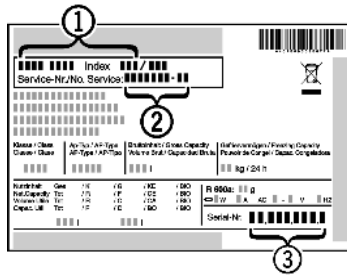

Fig. 20
- ▶ Z typového štítku odčítajte označenie zariadenia Fig. 20 (1), servisné č. Fig. 20 (2) a sériové č. Fig. 20 (3). Typový štítok je na ľavej vnútornej strane zariadenia.
- ▶ Upovedomte zákaznícky servis a oznámte chybu, označenie zariadenia Fig. 20 (1), servisné č. Fig. 20 (2) a sériové č. Fig. 20 (3).